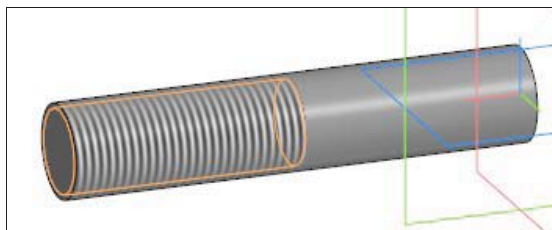

Рис. 28.22. Изображение резьбы на модели
- ◆ нажмите кнопку **Создать объект** — в графической области на модели появится условное обозначение резьбы (рис. 28.22), а на **Дереве** модели — соответствующая пиктограмма.